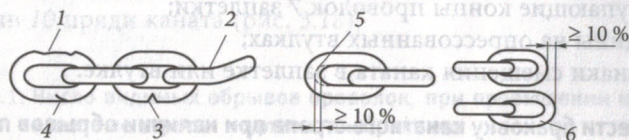

Рис. 3.20. Признаки браковки цепных стропов:
- наличие трещин 4, надрывов 3 (рис. 3.20), расслоения металла в звеньях цепи;